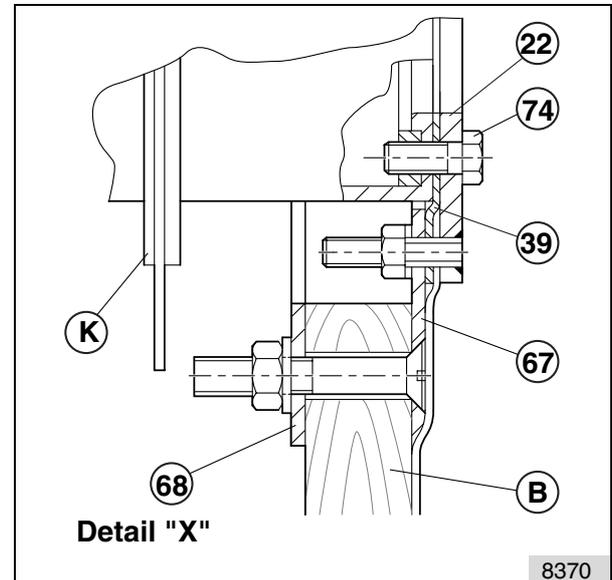

fig.18: Détail X
Accrocher le liner (L). Serrer à fond le liner (L) et le joint plat (39) ensemble avec la bague de serrage (22) et découper le liner (L). Monter le boîtier (92) sur la bague de serrage (22) avec les vis (74). Voir aussi le détail X à la Fig.18.